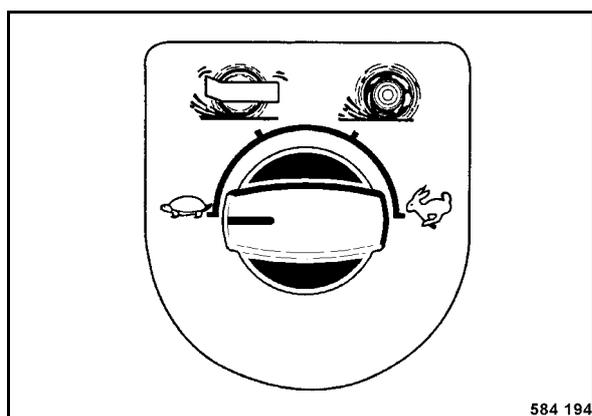

Рис. 56
- Выбрать нужный диапазон хода (Рис. 56).